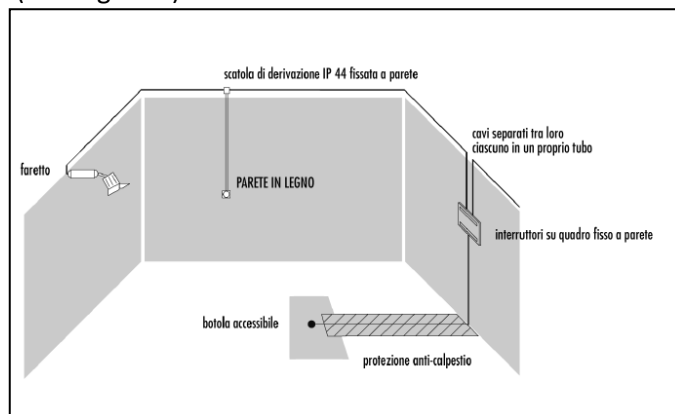

Figura 2
d) Tutte le suddette prese dovranno essere collocate fisse ad altezza non inferiore a cm 20 dal pavimento. Tutti i faretti, in particolare quelli dotati di lampada alogena, dovranno essere collocati in posizione non accessibile e in ogni caso lontano da materiali combustibili. Le lampade alogene dovranno inoltre essere protette da schermo in vetro e dovranno essere rispettate tutte le indicazioni del costruttore in merito alle distanze minime di rispetto dagli altri corpi solidi. Tutte le lampade alogene a 12V, oltre alla protezione in vetro, dovranno essere alimentate attraverso un trasformatore di sicurezza. In caso di montaggio su supporti combustibili tali corpi illuminanti dovranno riportare sulla targhetta identificativa la classe di temperatura "F". La botola da cui viene prelevata l'energia deve essere mantenuta accessibile, pertanto le eventuali pedane in legno dovranno essere opportunamente sagomate in prossimità della botola stessa (vedi figura 2).